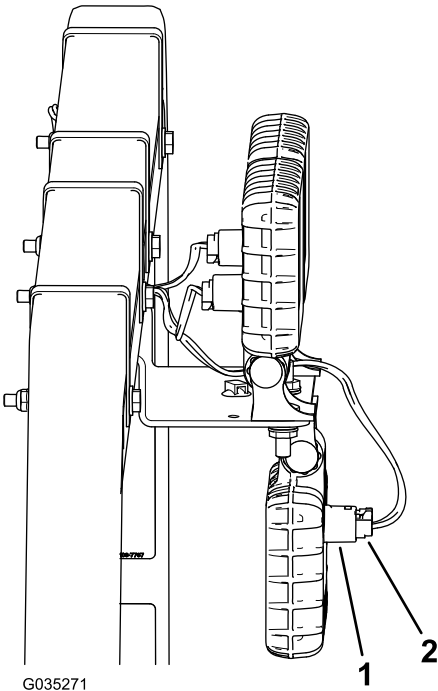

Figura 6
4. Ligue os três conectores das cablagens às três aberturas nas três luzes de trabalho LED (Figura 6).